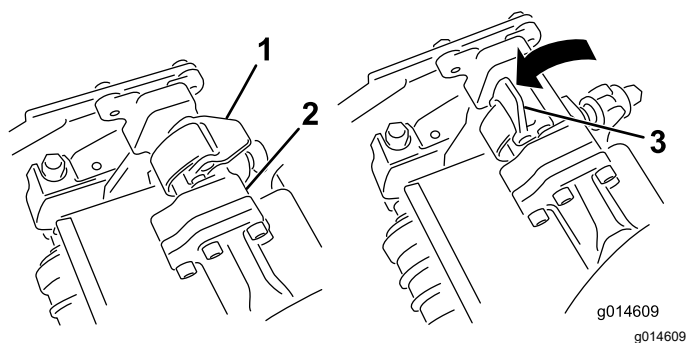
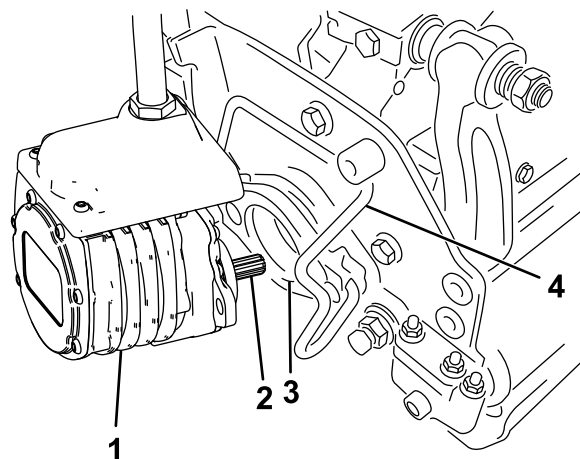

Рисунок 62
Рисунок 63
4. Откройте защелки на штанге рычага подвески (Рисунок 62), нажмите на рычаг подвески вниз так, чтобы он сел на оба рычага угла продольного наклона режущего блока, и убедитесь, что защелки переместились под поперечную штангу режущего блока (Рисунок 63).
5. Опустите защелки и поверните вокруг стержня режущего блока и заблокируйте их (Рисунок 62).
6. Откройте защелки на штанге рычага подвески режущего блока, который необходимо снять (Рисунок 62).